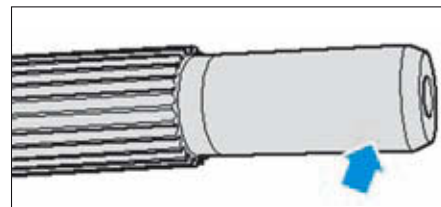

FIG. 27
- contrôler l'absence de traces d'usure sur l'arbre primaire au niveau du point d'appui dans le plateau d'entraînement (flèche) (Fig.27) ; si nécessaire, remplacer le roulement à aiguilles situé dans le plateau d'entraînement.